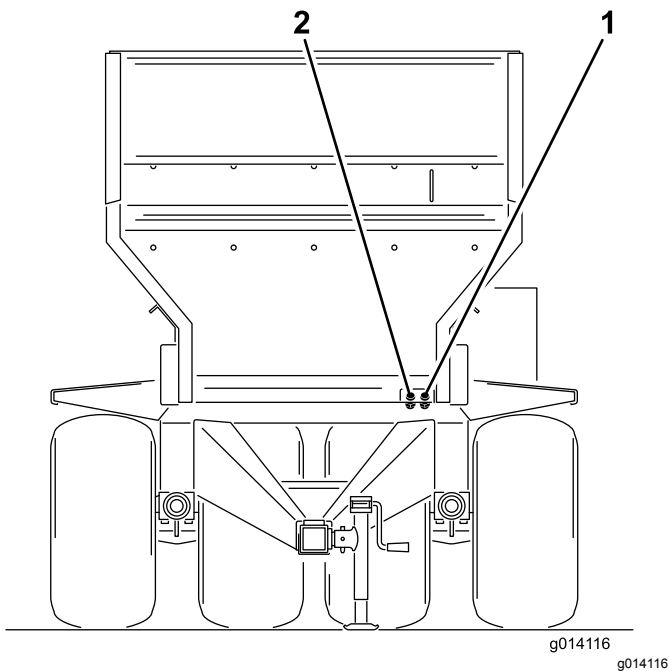

Bild 20
6. Schließen Sie die beiden Hydraulikschläuche von der Maschine an der Zugmaschine an. Stellen Sie sich vor die Maschine und schließen Sie den rechten Schlauch an der Druckseite und den linken Schlauch an der Rücklaufseite an (**Bild 20**). Der Rücklaufschlauch hat ein einseitiges Auslaufsperrventil. Der Pfeil am Auslaufsperrventil sollte zum Rücklaufanschluss der Zugmaschine zeigen.